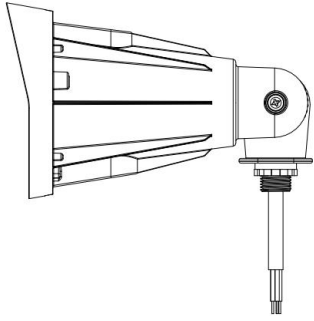

Fig. 1
1. Remove the fixture from the packaging (Figure 1).
1. Retirez le projecteur de son emballage (Figure 1).